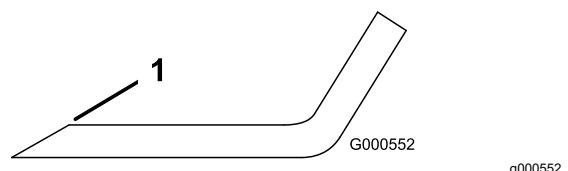

Figura 71
1. Utilize uma lima para afiar aresta de corte em ambas as extremidades da lâmina (Figura 71).
- Nota:** Se lâmina não estiver equilibrada, lime algum metal da extremidade da aba apenas (Figura 71).